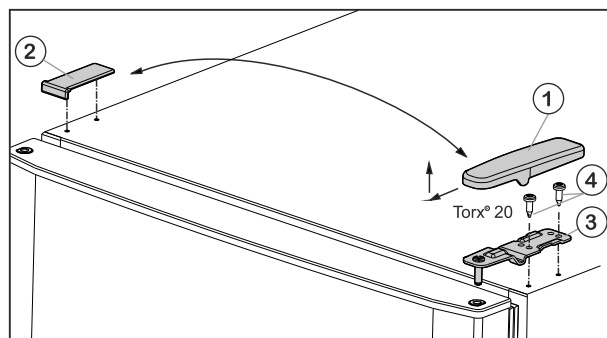
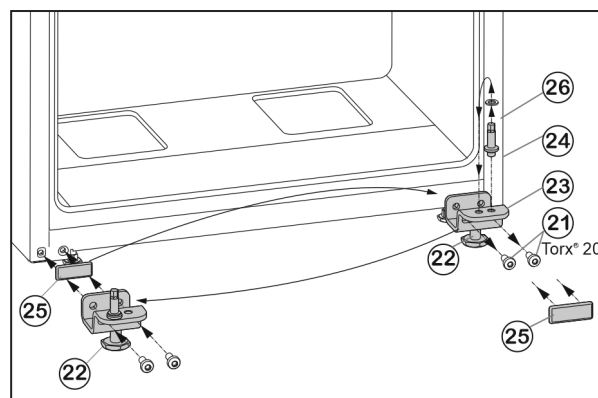

Fig. 5
Fig. 7
- Enlever le cache Fig. 5 (1) vers l'avant et vers le haut.
- Retirer le cache Fig. 5 (2).
- Dévisser le support d'appui supérieur Fig. 5 (3) (2 Torx® 20) Fig. 5 (4) et retirer vers le haut.
- Desserrer les vis de fixation Fig. 7 (21).
- Retirer l'ensemble du support de palier inférieur Fig. 7 (23) avec le boulon de palier Fig. 7 (24), la rondelle Fig. 7 (26) et le pied de réglage Fig. 7 (22).
- Dévisser l'ensemble du boulon de palier Fig. 7 (24) avec la rondelle Fig. 7 (26), déplacer le tout dans le trou de préhension du côté opposé du support de palier et revisser fermement.
- Retirer avec précaution la plaque de recouvrement Fig. 7 (25) et la déplacer du côté opposé.
- Revisser l'ensemble du support de palier inférieur Fig. 7 (23) avec le boulon de palier Fig. 7 (24), la rondelle Fig. 7 (26) et le pied de réglage Fig. 7 (22) du côté de la nouvelle charnière, au besoin à l'aide d'une visseuse sans fil (**en appliquant un couple de 4 Nm**).
- Placer la porte inférieure depuis le haut sur le boulon Fig. 7 (24).
- Remettre en place le support de palier du milieu (13) à 180° dans la porte inférieure et la visser solidement à l'aide des vis de fixation (11) (2 fois Torx® 20) sur le nouveau côté de la charnière (**avec 4 Nm**).
- Remettre en place la rondelle de plastique (10).
- Mettre en place la porte supérieure sur le support de palier (13).
- Placer le support d'appui supérieur Fig. 5 (3) sur le nouveau côté charnière de porte.
- ▶ Revisser le support de palier (**en appliquant un couple de 4 Nm**) (2 Torx® 20) Fig. 5 (4). Utiliser au besoin une visseuse sans fil.
- ▶ Remettre en place l'habillage Fig. 5 (1) du côté opposé depuis l'extérieur et l'enclencher.
- ▶ Remettre en place l'habillage Fig. 5 (2) du côté opposé depuis le dessus et l'enclencher.
- ▶ Dévisser le pied de réglage Fig. 7 (22) au niveau du support de palier inférieur Fig. 7 (23) jusqu'à ce qu'il repose au sol.